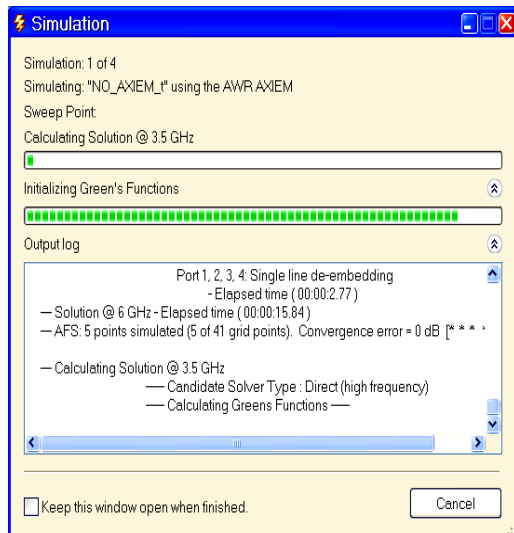
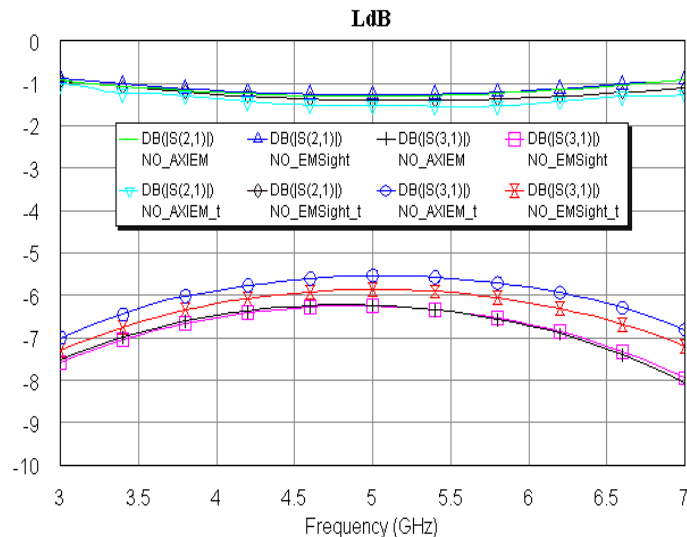

Рис. 7.51
Рис. 7.52
- Откройте окно графиков и щёлкните по значку **Analyze** на панели инструментов. Во время выполнения анализа обратите внимание на окно процесса анализа **Simulation**. После выполнения расчета в 5-ти точках в этом окне появляется строка, в которой указывается количество просчитанных частотных точек из общего количества заданных точек (в скобках). В этой же строке указывается значение **Convergence error** (Ошибка сходимости). Поскольку включена опция AFS, AXIEM использует итерационное решающее устройство. Если значение **Convergence error** равно нулю, значит, процесс итерации сходится (рис. 7.51). В дальнейшем в этой строке указывается количество просчитанных точек и величина ошибки итерации. Процесс анализа закончится, когда эта ошибка станет меньше заданной (по умолчанию -30 дБ). Рассчитанный график показан на рис. 7.52. Из графиков видно, что AXIEM показывает заметно более